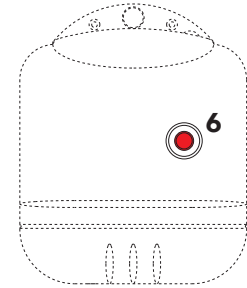

fig. 1
En caso de breves periodos de pausa, es suficiente intervenir en el interruptor **5** (fig. 1) en el cuadro de mandos, posicionándolo en “0”.
- a** Bloqueo del quemador (se alizado mediante el correspondiente chivato 6 (fig. 1) Consulte el manual del quemador.
En caso de breves lapsos de parada es suficiente intervenir en interruptor 4 (fig. 1) en el cuadro de mandos.